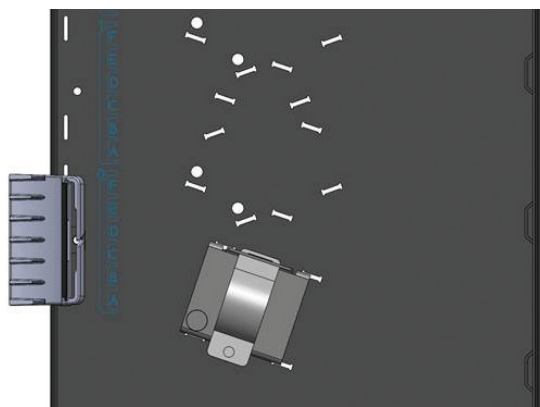
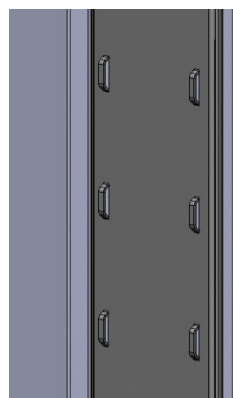

Figure 1
Figure 2
**Treillis arrière (Partie intégrante du bâti) :** Le treillis arrière est une grille permettant de fixer les troncs à l'arrière du bâti HDF3168. Chaque pont comprend un point de fixation spécifique pour les Kits de collier de serrage afin de fixer correctement le faisceau de câbles de fibre acheminé en haut ou en bas. Les Guides d'acheminement (Figure 1) fournissent un support et un appui appropriés pour une installation en conformité avec les rayons de courbure. Des passants (Figure 2) sont uniformément répartis sur les parois latérales afin de fixer correctement le faisceau de câbles de fibre dans le bâti.